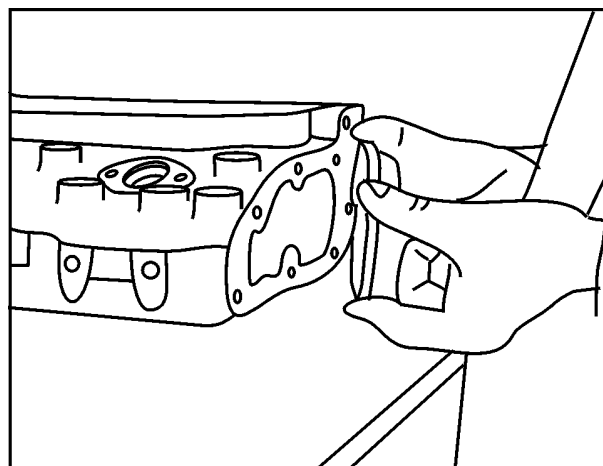

FIG 18
2. Remova a tampa traseira do cabeçote e a junta, Fig. 18.